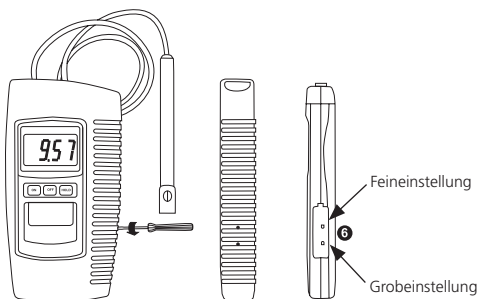

Abbildung 2
Messwert mit den Justierschrauben (Abbildung 2, ⑥) auf den Sollwert der Justierlösung (0,60 Masse-%) einstellen.